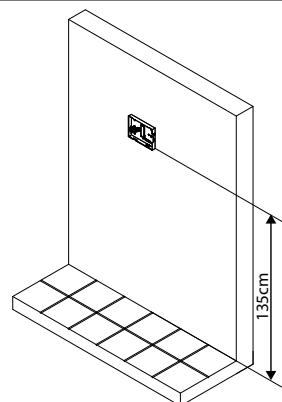
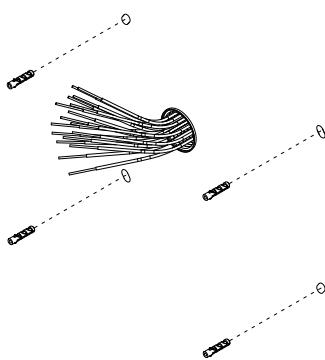

Fig. 4
Fig. 5
- Come mostrato in figura **Fig. 4**, appoggiare a parete il coperchio posteriore del videocitofono lasciando circa 135cm tra la parte inferiore ed il pavimento e prendere i riferimenti per i fori di fissaggio. Realizzare i fori (diametro 5mm) ed inserire all'interno i tasselli ad espansione forniti a corredo come mostrato in **Fig. 5**;